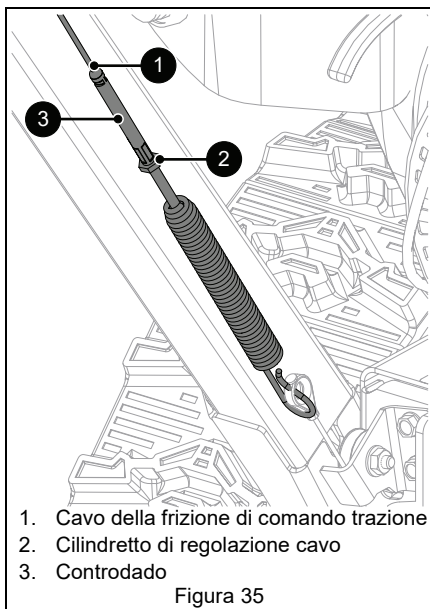

Figura 35
Vedere Figura 35.
6. Serrare il controdado sul cilindretto di regolazione cavo. Vedere Figura 35.